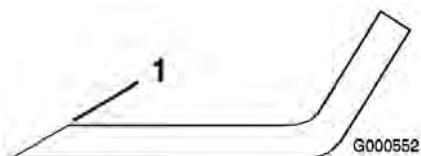

Bild 43
1. Schärfen Sie die Schnittkante an beiden Enden des Schnittmessers mit einer Feile (Bild 43). Behalten Sie den ursprünglichen Winkel bei. Das Schnittmesser behält seine Auswuchtung bei, wenn von beiden Schnittkanten die gleiche Materialmenge entfernt wird.